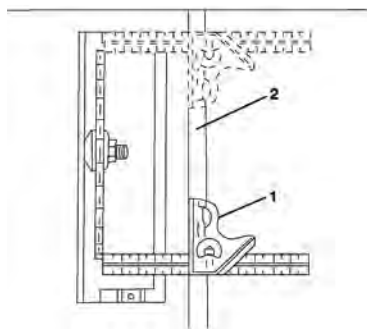

fig. 5 – verificando o esquadro da guia em relação a base da máquina
3. Coloque um esquadro (1) e verifique se a guia paralela está a 90° com a escala da mesma, conforme fig. 5;